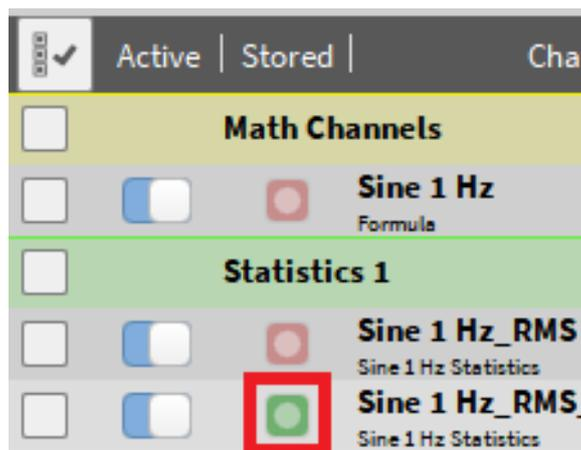

Abb. 7.176: Erkennung von offline erstellten Kanälen
- Kanäle, welche offline erstellt wurden, werden mit einem grünen Aufzeichnungs-Button in der Kanalliste gekennzeichnet (siehe Abb. 7.176):